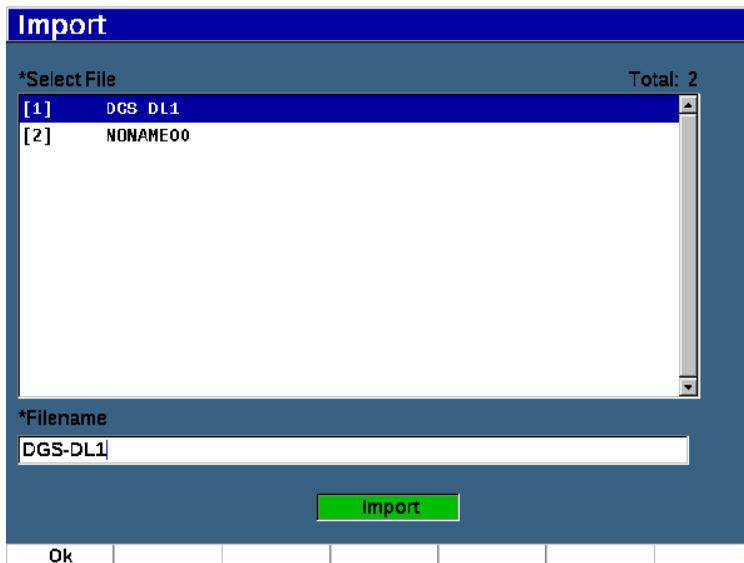

Рис. 10-20 Страница Import
1. Выберите **Import** (клавиша P3) для отображения страницы **Import** (см. Рис. 10-20 на стр 226).